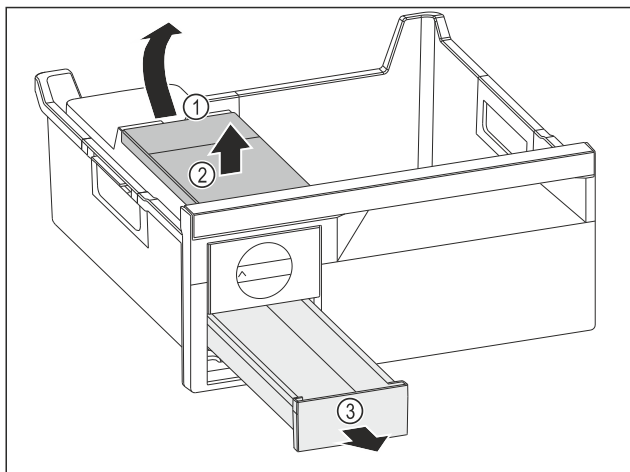

Fig. 77
- ▶ Изваждане на резервоара за вода: Повдигнете резервоара за вода при прореза Fig. 77 (1).
- ▶ Извадете резервоара за вода Fig. 77 (2) нагоре.
- ▶ Извадете чекмеджето за ледени кубчета Fig. 77 (3) напред.